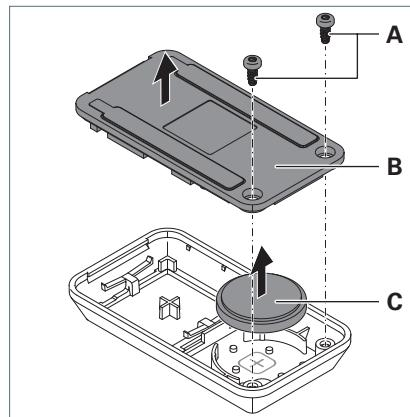

Fig. 26: Remplacement de la batterie.
- ▶ Dévissez les vis **A** de la paroi arrière **B** de l'élément de commande, voir Fig. 26.